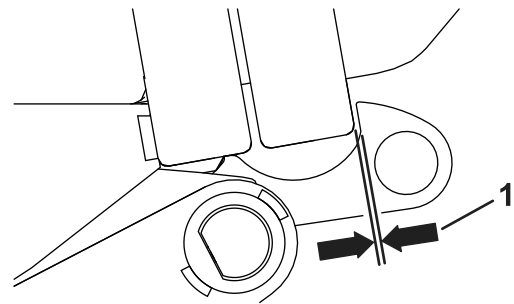

Figura 5
- Controllate la distanza tra il gancio e il portello della tramoggia chiuso. Assicuratevi che la distanza sia pari a 2 mm e regolate, se necessario (Figura 5).